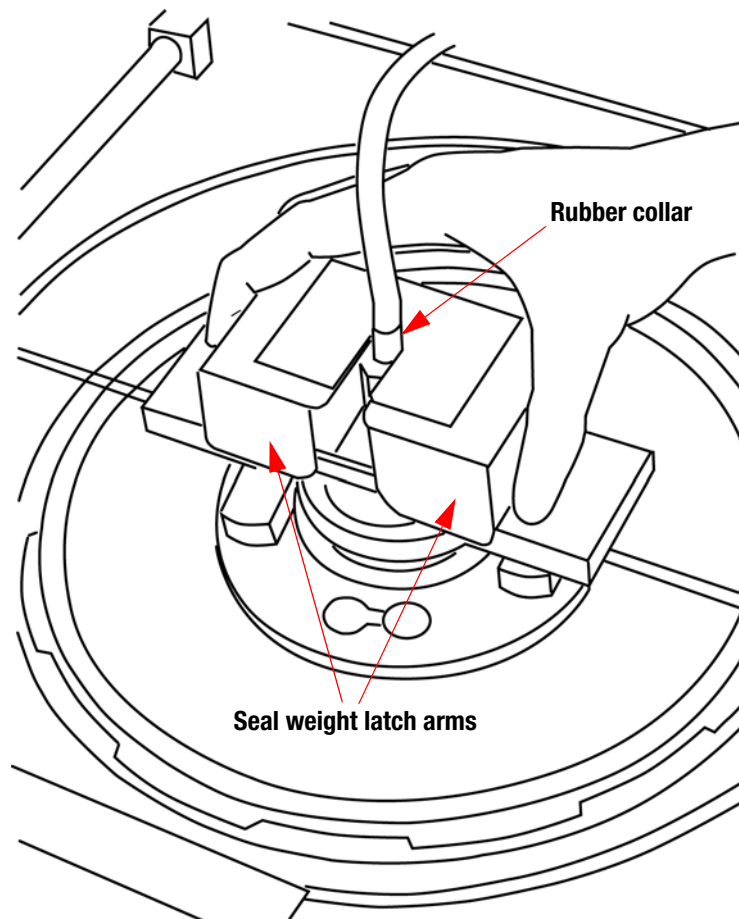

Figure 6-11: Installing the seal weight
- 26** Trong khi nâng seal weight lên các cột dẫn, trượt lắp mặt sau đến vị trí đóng của nó (Figure 6-11).
- 27 Trong khi giữ seal weight lên, trượt lắp phía trước đóng nó và sau đó hạ seal weight (Figure 6-11).